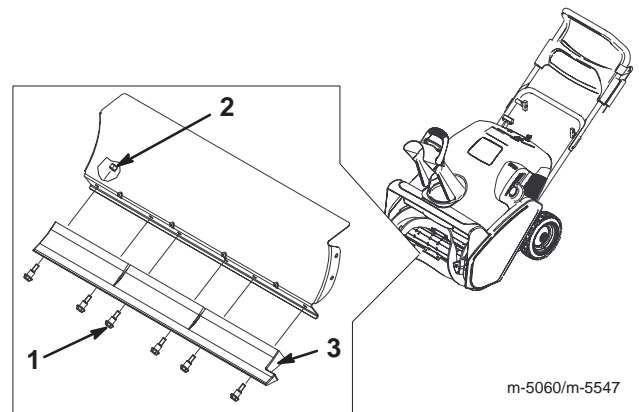

Bild 16
5. Entfernen Sie die sechs Schrauben und Sicherungsmuttern, mit denen die Schürfleiste abgesichert wird (Bild 16).